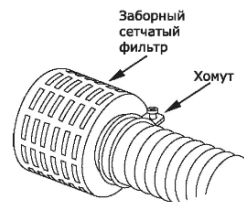

Рис. 5
- б) Затяжка хомутами не должна превышать 40% толщины стенки рукава (Рис. 5, 6).